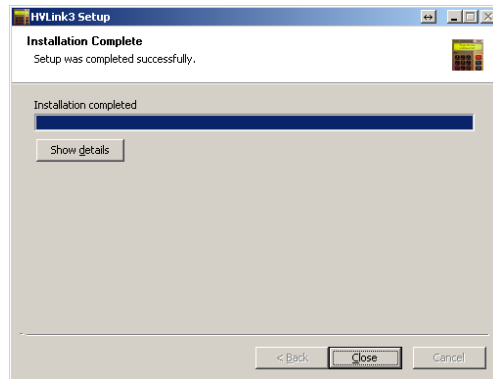

Рисунок 8.15
3) На екрані з'явиться вікно (рисунок 8.15), для завершення встановлення програми клацнути по кнопці **Close**. На Робочому столі ПК з'явиться ярлик  для запуску програми читання архіву.